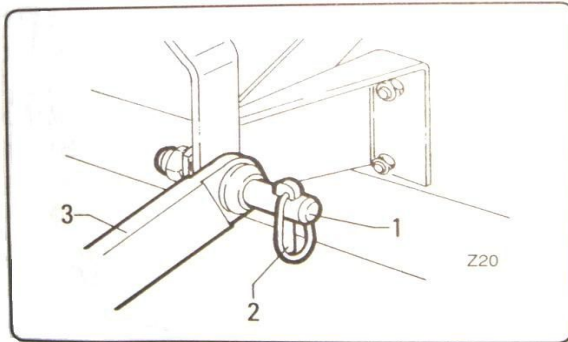

fig. 4.2.1
- Reculer le tracteur vers la machine en alignant les biellettes de relevage du tracteur avec les deux axes d'accouplement latéraux « 1 » fig. 4.2.1.
- Les fixer en place au moyen des goupilles de sécurité correspondantes « 2 » fig. 4.2.1.